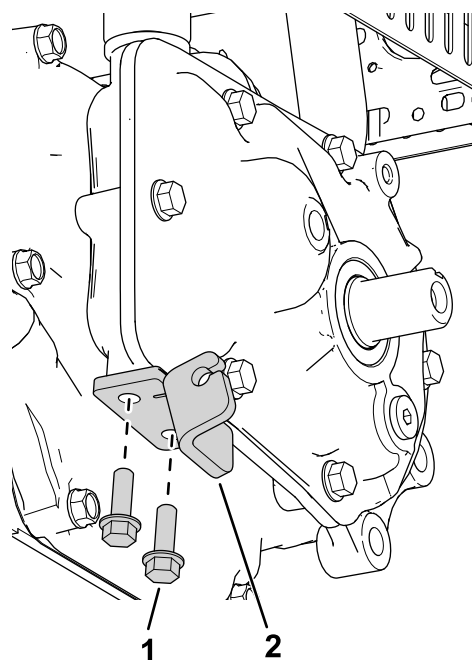

Рисунок 1
1. Установите пластину сцепления с помощью 2 болтов ($\frac{1}{4}$ x $\frac{3}{4}$ дюйма), как показано на Рисунок 1